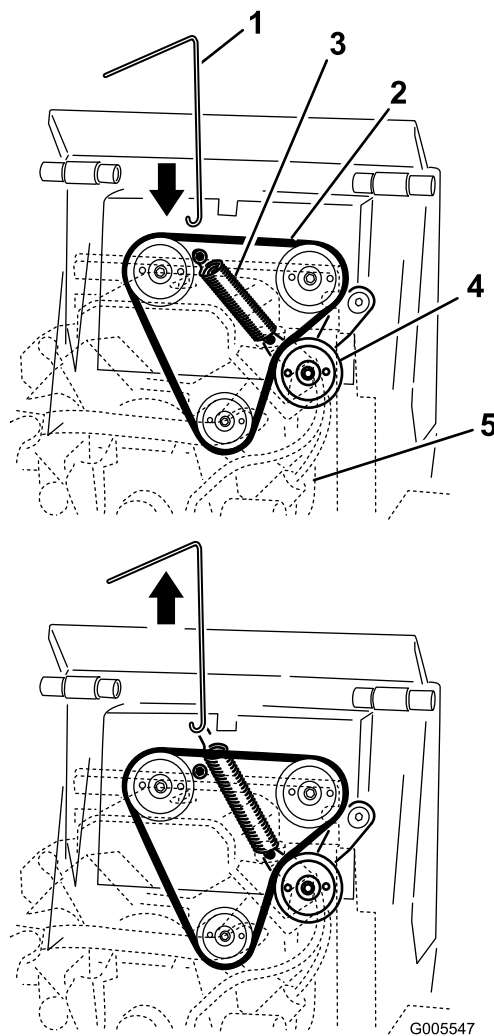

Рисунок 47
3. Прикрепите крючок к съемнику пружин, чтобы зацепить пружину промежуточного шкива, и отсоедините пружину от шпильки, как показано на Рисунок 47.